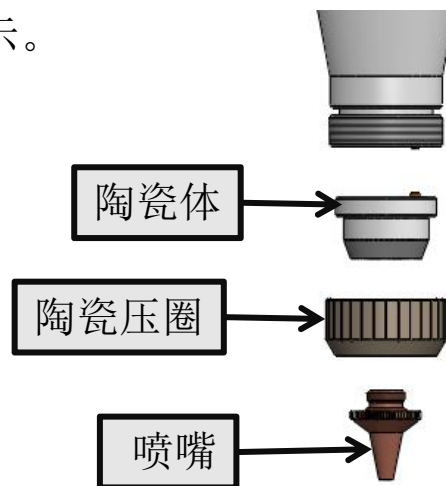

图4.9
- ① 切割工作时应使用干燥、纯净的辅助气体。气体中含水、油等杂质时工作间隙会发生突变，甚至造成传感器工作失常。建议使用高纯氧气，同时配置气体干燥器、油水分离器等装置。
- ② 传感器污损后要予以清洁。要用干净、干燥的棉布等清洁，不要用液体清洗切割头及陶瓷，清洁后要正确连接装配。
- ③ 陶瓷体损坏后可以更换。更换后要与放大器一起通过复位操作对电气系统进行初始化。
- ④ 切割嘴的形状、尺寸都直接影响传感器的特性。因此必须使用规定的切割嘴。
- ① 逆时针旋转拆下喷嘴，如图4.9所示。
- ② 逆时针旋下陶瓷压圈，如图4.9所示。
- ③ 竖直向下取出陶瓷，如图4.9所示。